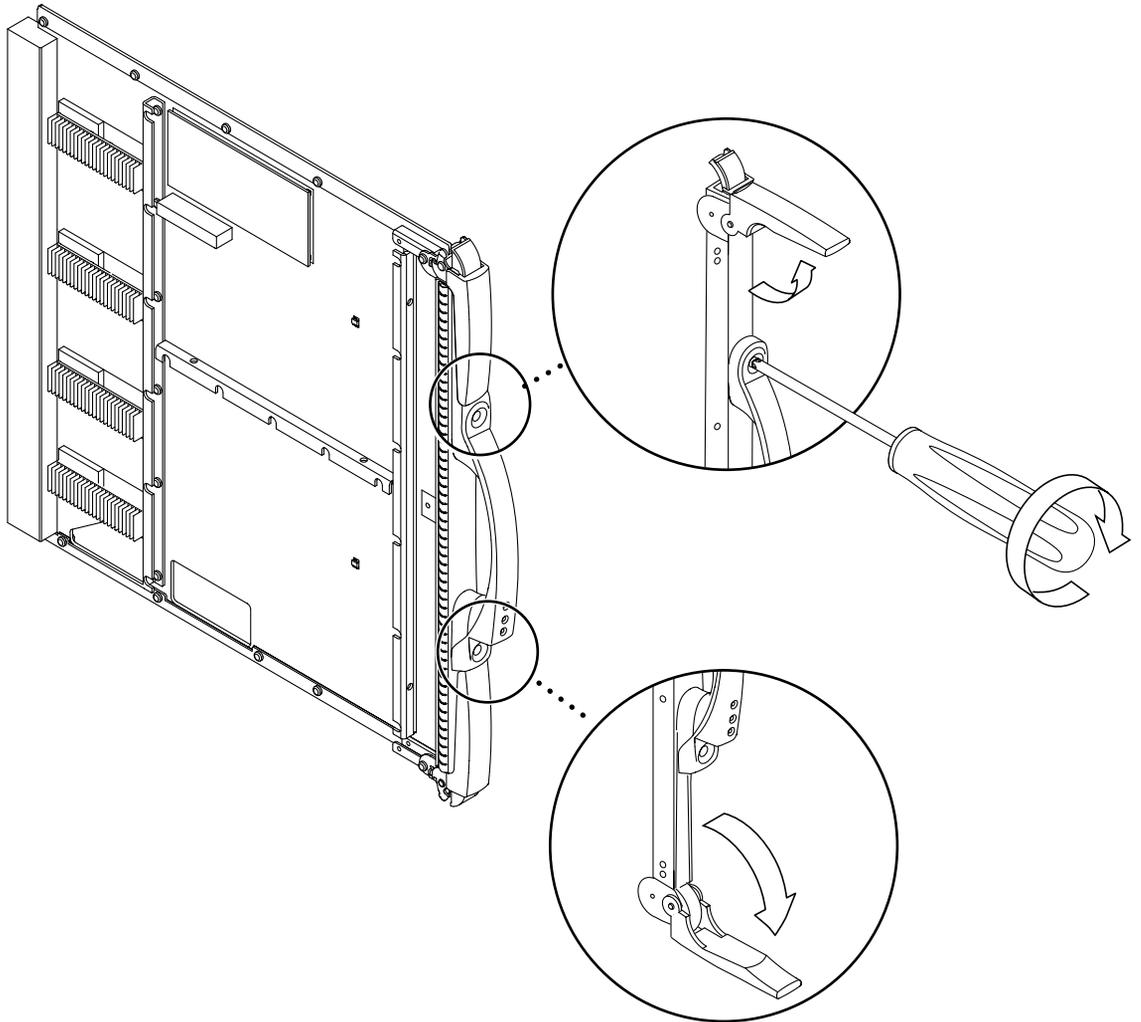

図 10-4 取り外しレバーのロック解除
3. プラスのねじ回し (Phillips の 2 番) で、リピータボードの取り外しレバーのロックを解除します (図 10-4)。
4. ボードに対して直角になるまで、取り外しレバーを両方同時に起こします (図 10-4)。